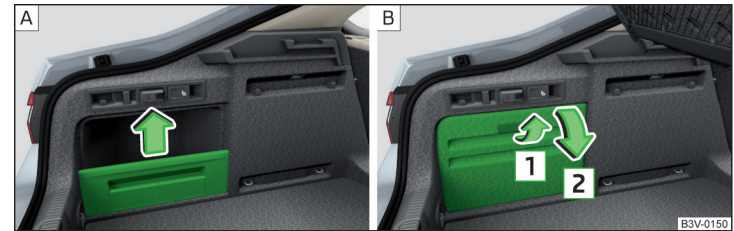

Abb. 138 Seitenablage herausnehmen / Seitenfach öffnen
- Die Seitenfächer an den beiden Gepäckraumseiten öffnen und herausnehmen » Abb. 138 auf Seite 117 - **B**.
- Die Seitenfächer an den beiden Gepäckraumseiten öffnen » Abb. 138 auf Seite 117 - **B**.
An den beiden Gepäckraumseiten befinden sich je nach Fahrzeugausstattung Seitenablagen » Abb. 138 - **A** oder abschließbare Seitenfächer » Abb. 138 - **B**.
- Die Ablage in Pfeilrichtung herausnehmen » Abb. 138 - **A**.
- Am Griff in Pfeilrichtung **1** ziehen » Abb. 138 - **B**.
- Das Fach entgegen der Pfeilrichtung **2** schließen » Abb. 138 - **B**.
- Das Ablagefach öffnen » Abb. 138 auf Seite 117 - **B**.